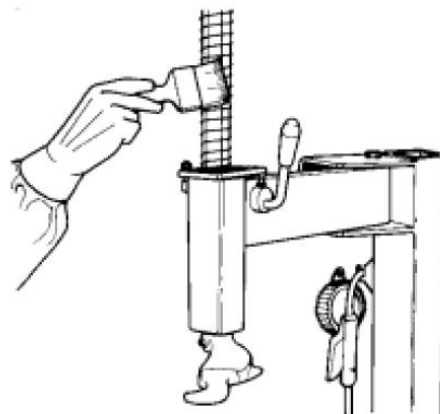

Figura 22
- Periodicamente limpe e lubrifique com óleo lubrificante apropriado a barra retrátil vertical (Figura 22);